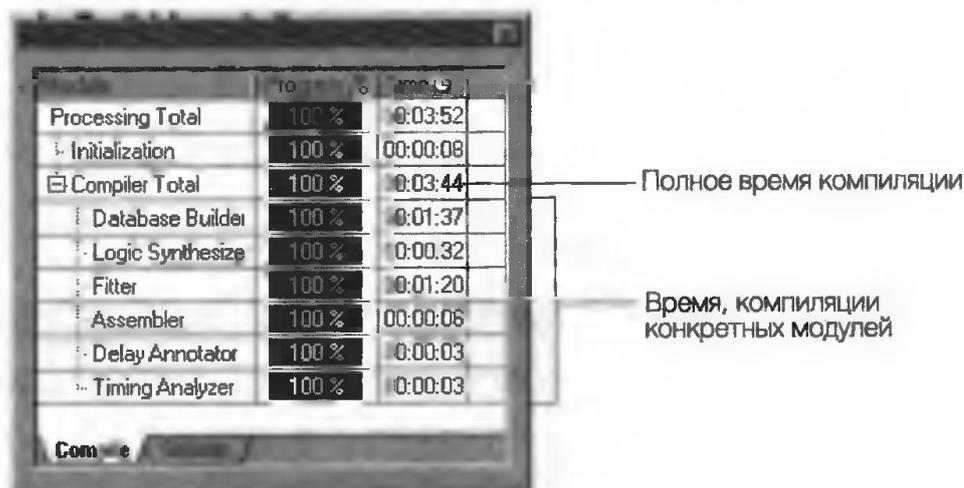

Рис. 3.38
1. В меню **Processing** (обработка) выберите **Start Compilation** (запуск компиляции). Начнется компиляция объекта проекта **filtref** и всех входящих в него объектов с использованием определенных для проекта **filtref** текущих параметров компилятора. Степень завершенности компиляции и продолжительность каждого ее этапа автоматически отображается в окне **Status** (рис. 3.38).